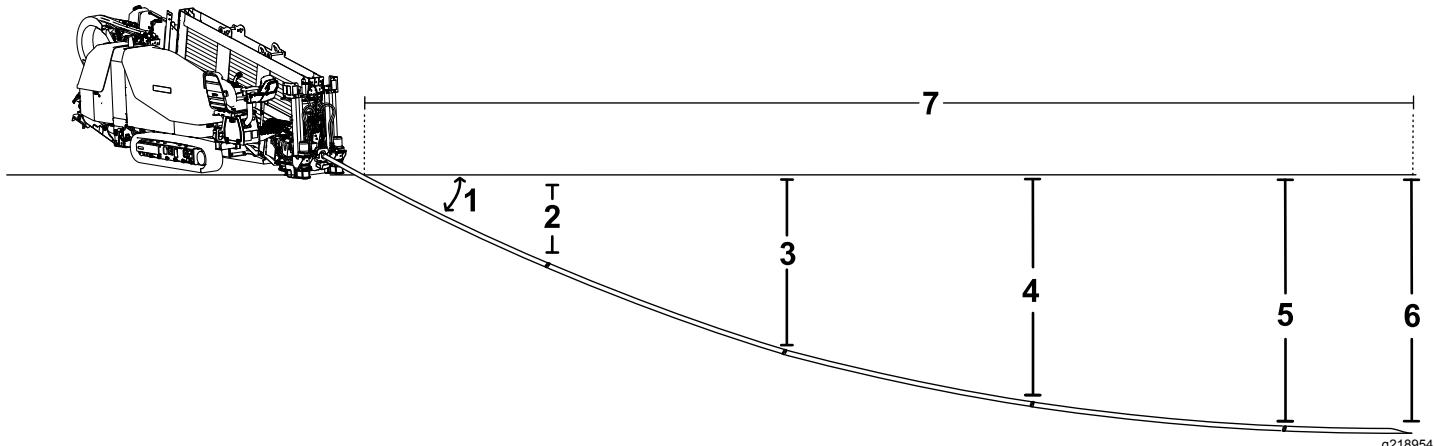

Рисунок 44
- Вы вставляете первые 3 м (10 футов) бурильной трубы с буровой лопаткой в землю без изгиба. Конец буровой лопатки находится на глубине 76 см (Рисунок 44).